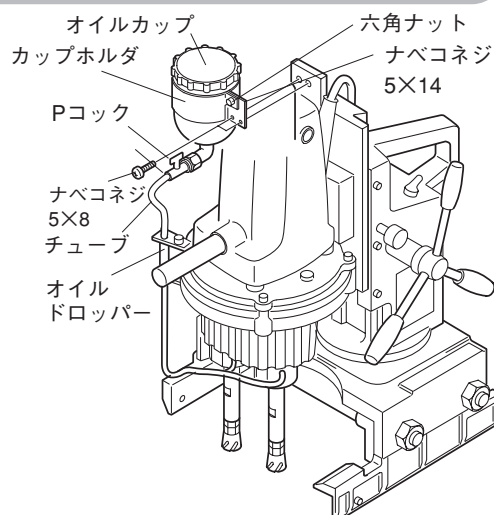

図6
- (1) Pコックが前面にくるようオイルカップとカップホルダの位置を合わせ、オイルカップをスライド板にナベコネジ5×8でとめてください。(ネジは本体につけてあります)(図6)
- (2) オイルカップをカップホルダに固定させるためにナベコネジ5×14と六角ナットM5を締め付けてください。(図6)
- (3) オイルカップとオイルドロップをチューブでつないでください。(図6)